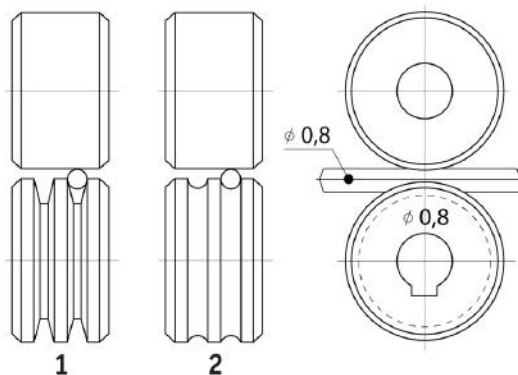

Рис. 10.6. Выбор подающего ролика.
- Форма канавки соответствует типу сварочной проволоки (см. рис. 10.6).